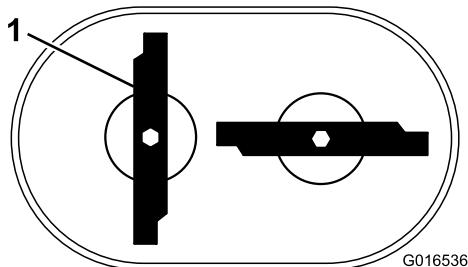

Figure 6
8. Vérifiez sous le tablier que les lames sont correctement alignées. Les deux lames forment un « T » de côté comme montré à la Figure 6.